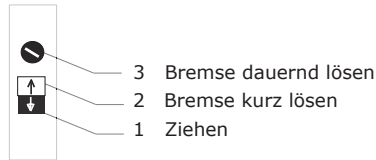

Abb. 7
- Mit Drücken auf den weißen Druckknopf (2) Abb. 7 schaltet man die Bremse aus.
- Mit Drücken auf den schwarzen Druckknopf (1) Abb. 7 rückt die Bremse ein und ermöglicht das Abwickeln des Drahtseiles. Falls ein Abwickeln nicht möglich ist, bedeutet das, dass im System nicht genügend Druck vorhanden ist. Die Gelenkwelle muss eingeschaltet werden, um über diese die Hydraulikpumpe zu aktivieren.
- Falls das Langholz während des Ziehens auf ein Hindernis (Baumstumpf, Wurzel) stößt und stehen bleibt, wurde Ziefunktion unterbrochen da die Zugkraft das Hindernis nicht überwunden hat. So bleibt eine große Kraft im Drahtseil gestaut und wegen der Gefahr einer ruckartigen Abwicklung des Seiles ist es notwendig, den weißen Druckknopf (1) in mehreren schnellen Intervallen zu betätigen. Das bedeutet man drückt den Knopf kurz 2-3 mal. Dadurch wird die Spannung im Drahtseil gelöst.